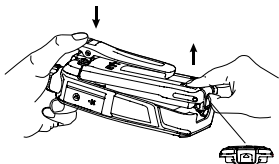

图3
- ① 请先关闭对讲机。握住对讲机主体上部并用手指按压皮带夹以使其向上翘起。用手指沿电池底部推钮的内凹处往上提推钮。如图3所示。